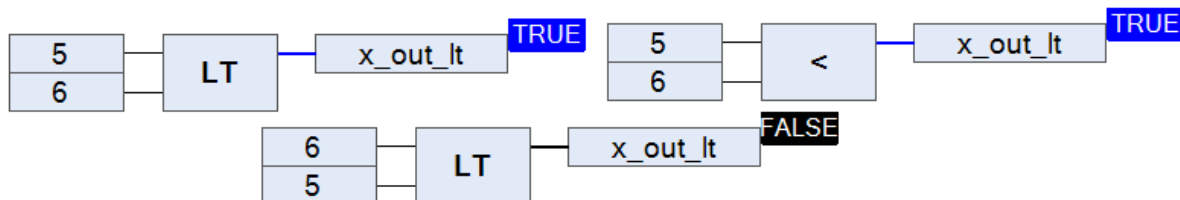

Рисунок 2.32 – Оператор сравнения «Меньше»
**Оператор сравнения «Меньше».** Оператор сравнения «Меньше» может обозначаться письменно как «LT», так и символьно «<». Работает следующим образом: если значение первого входа меньше значения второго – результатом будет логическая единица, иначе – логический ноль (рис. 2.32).